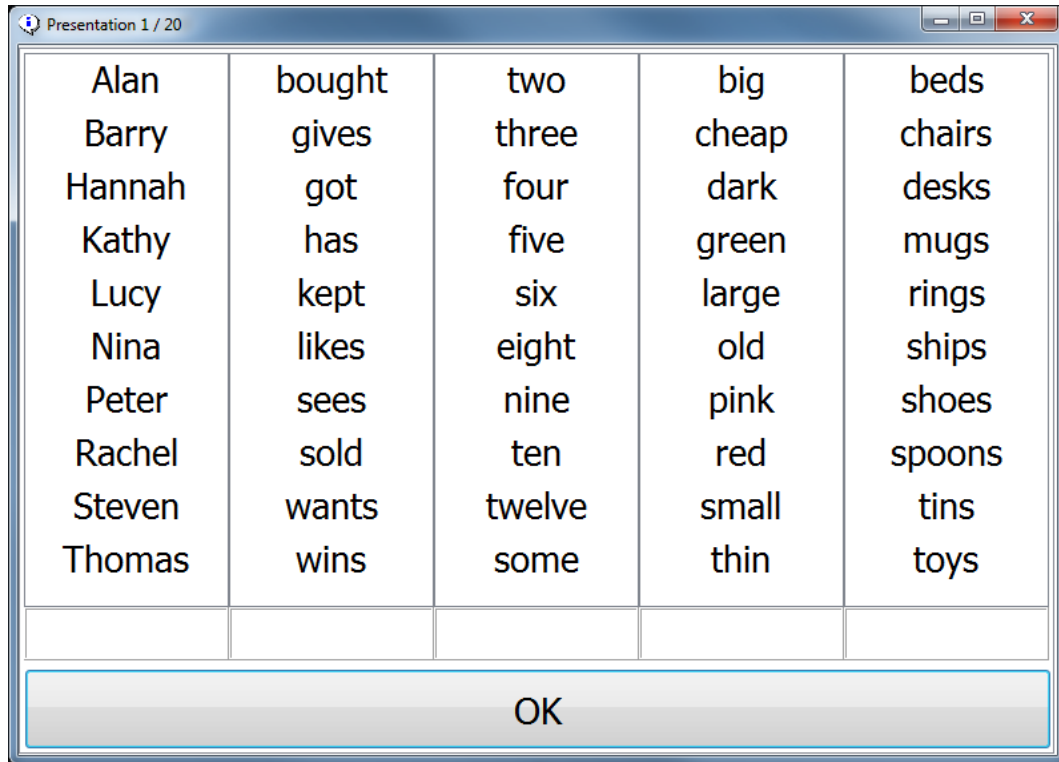

Abbildung 28: Auswahlmaske für die geschlossene Antworteingabe
Gleichzeitig wird eine Auswahlmaske angezeigt, die alle möglichen Antwortalternativen der Messung „Englischer (UK) Matrix Test“ anzeigt (Abbildung 28). Dabei sind die jeweiligen Antwortalternativen der fünf Bestandteile der Sätze der Messung „Englischer (UK) Matrix Test“ in Spalten angeordnet. Die erste Spalte enthält alle vorkommenden Namen, die zweite Spalte enthält alle vorkommenden Verben usw. Durch Anklicken der Wörter in der Antwortbox können Sie bzw. Ihr Patient/Kunde jeweils das Wort in einer Spalte markieren, das vom Patienten/Kunden richtig verstanden bzw. korrekt wiedergegeben wurde.